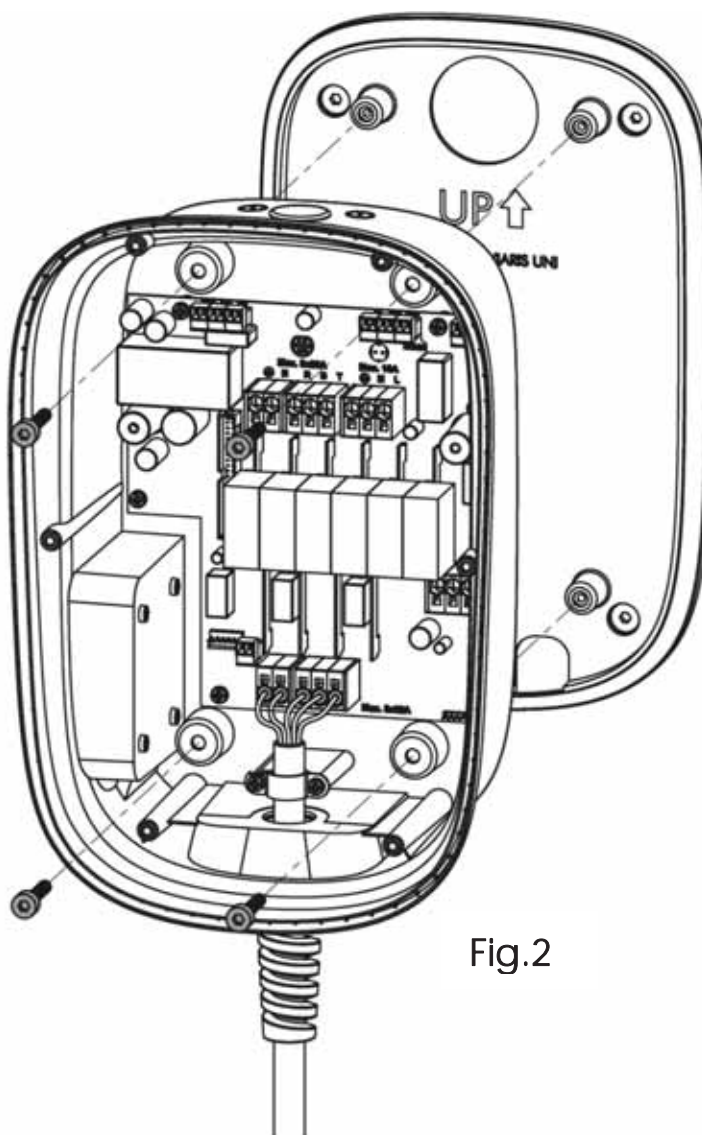

Fig.2
- Posizionare la stazione sulla base de installazione e fissarla con le quattro viti M6 fornite. Fig.2